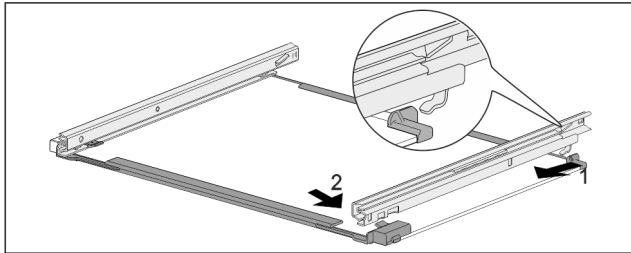

Fig. 173 Ripiano in vetro con guide
- Agganciare la guida sul lato posteriore. Fig. 173 (1)
- Innestare la guida sul lato anteriore. Fig. 173 (2)